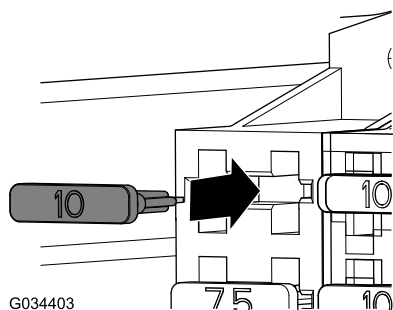

Figure 22
3. Insérez le fusible (10 A) dans l'emplacement du porte-fusibles des éclairages à LED (Figure 22).